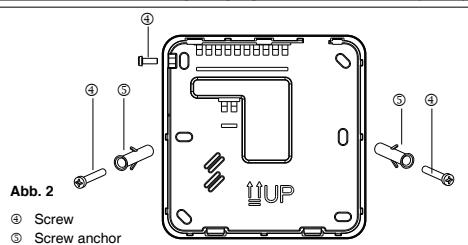

Abb. 2
- Entfernen Sie die Feststellschraube oben links, um die Einheit von der Steuerung zu trennen (Abb. 2). Sichern Sie die Einheit an der Wand und markieren Sie die Bohrlöcher.
der Wand (Abb. 2).
- Verschließen Sie nun die Abdeckung der Steuerung mithilfe der anfangs gelösten Schrauben (Abb. 2).